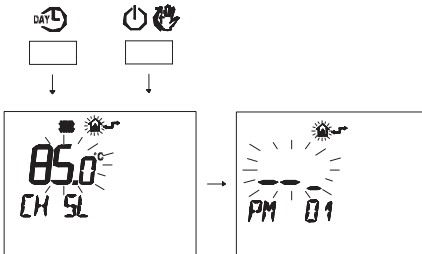

Figura 5.68
- Premere contemporaneamente i pulsanti **DAYL** e **☺** per entrare nella programmazione trasparente (Figura 5.68).